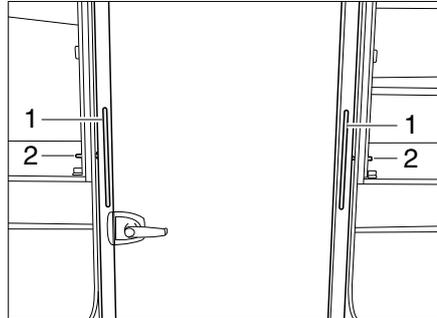
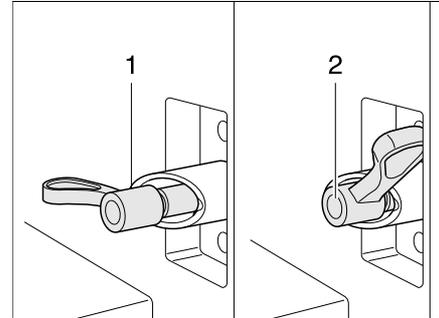

Bild 237 Toilettenraum, hineingeschoben
Bild 238 Verriegelung Toilettenraum
- Kleiderschranktüren auf beiden Seiten des Toilettenraums öffnen (Bild 237).
- Auf beiden Seiten die Federriegel (Bild 237,2) eine halbe Umdrehung drehen. Der Flügel des Verriegelungshebels muss an der höchsten Stelle der abgechrägten Hülse stehen (Bild 238,1).
- Toilettenraum ohne zu verkanten an den Griffen (Bild 237,1) bis zum Anschlag herausziehen.
- Die Federriegel auf beiden Seiten eine halbe Umdrehung zurückdrehen und einrasten lassen (Bild 238,2).
- Toilettenraum ohne zu verkanten an den Griffen (Bild 237,1) bis zum Anschlag hineinschieben.
- Die Federriegel auf beiden Seiten eine halbe Umdrehung zurückdrehen und einrasten lassen (Bild 238,2)